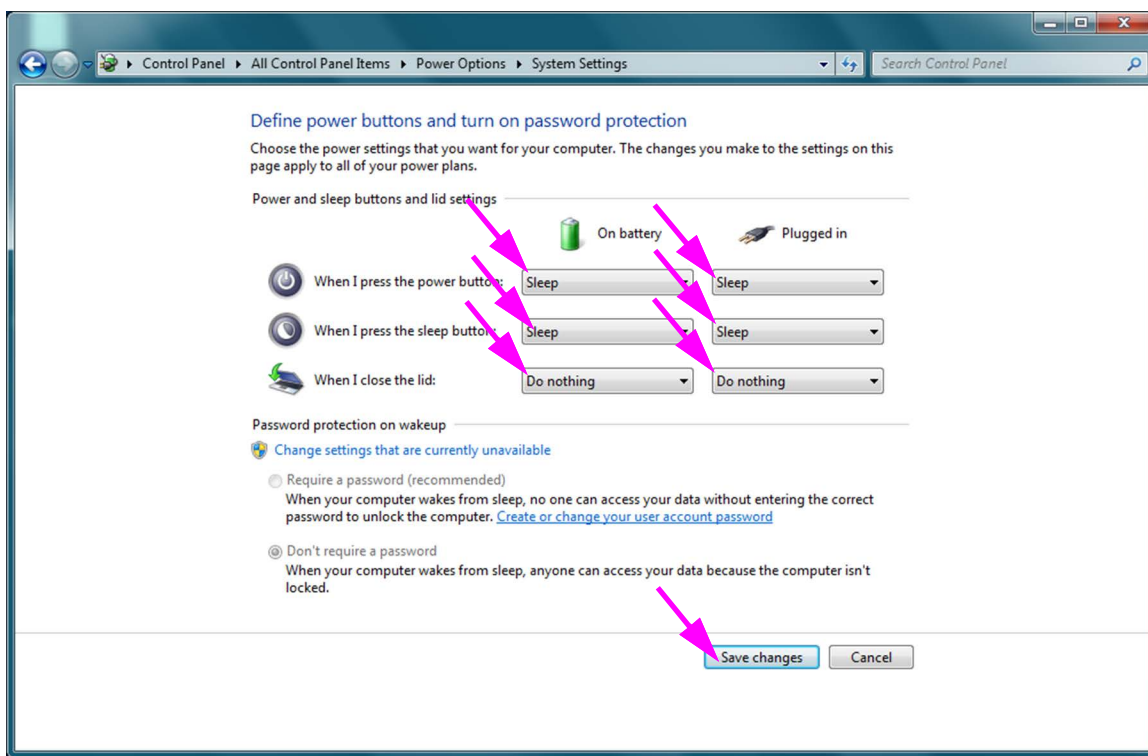

Abbildung 2-23. Fenster „System Settings“ (Systemeinstellungen)
9. **Nur für Laptop-Computer:** Klicken Sie im Fenster „Power Options“ (Energieoptionen) auf den Eintrag **Choose what closing the lid does (Auswählen, was beim Schließen des Laptopdeckels geschehen soll)**. Das Fenster „System Settings“ (Systemeinstellungen) wird angezeigt (vgl. Abbildung 2-23). Stellen Sie **When I close the lid (Beim Zuklappen)** auf **Do nothing (Nichts unternehmen)** ein und alle anderen Einstellungen auf **Sleep (Energie sparen)** und klicken Sie auf **Save Changes (Änderungen speichern)**.